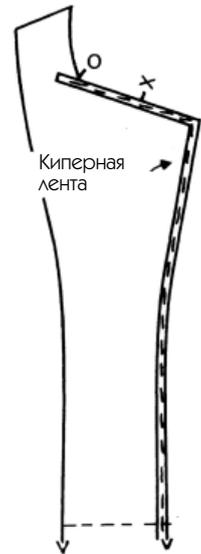

Рис. 259
5. Для укрепления краев бортовки, как вы уже делали для воротника, закрепите окаймляющую ленту, начиная от точки О и до нижнего края (рис. 259) (перечитайте пункт 3 предыдущего раздела).